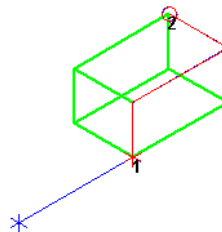

Рис.1
- ▼ **По ребрам** — выбранные точки соединяются несколькими сегментами, лежащими на ребрах параллелепипеда, вписанного между точками (рис.1).